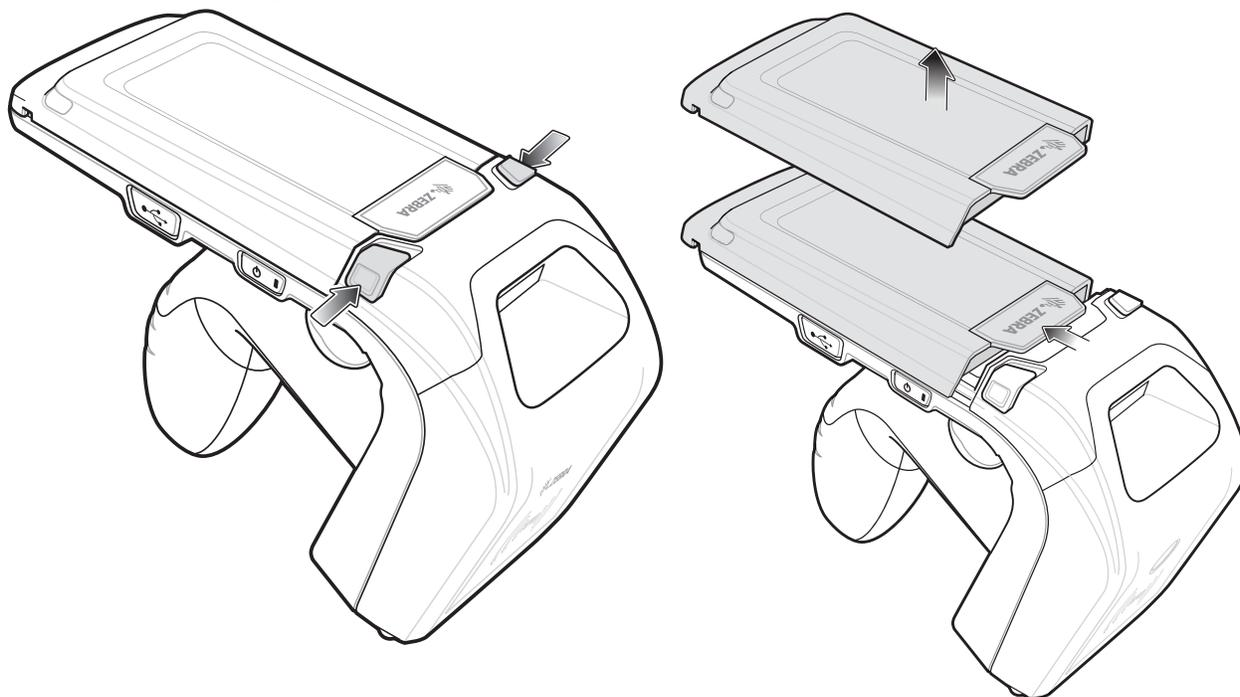

図 1-3 バッテリー カバーの取り外し
2. 1-4 ページの図 1-3 で説明されている手順でバッテリー カバーを取り外します。
1. 1-4 ページの図 1-3 で説明されている手順でバッテリー カバーを取り外します。